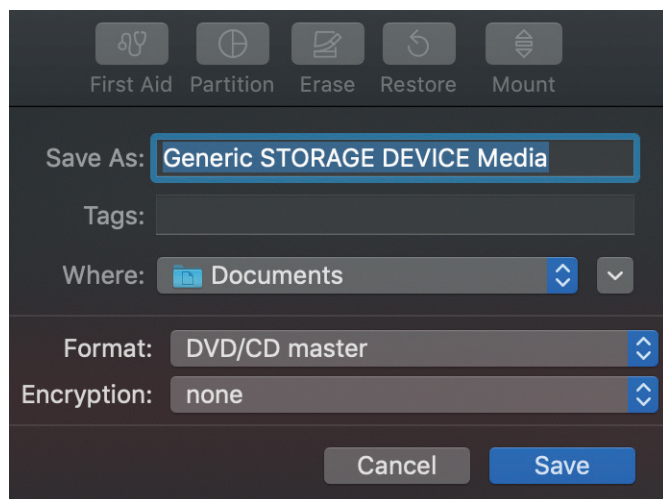

Рис. 5.12. Диалоговое окно сохранения
- Далее появится диалоговое окно (рис. 5.12). Задайте имя и местоположение файла, а в поле **Format** (Формат) выберите **DVD/CD master** (Мастер DVD/CD).